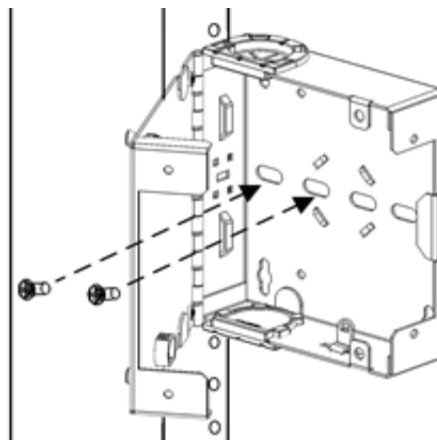

Figure 2
- 4) Au moyen des rondelles et des vis no 8 fournies avec le support, fixer la base du boîtier à ce dernier. (Figure 2)